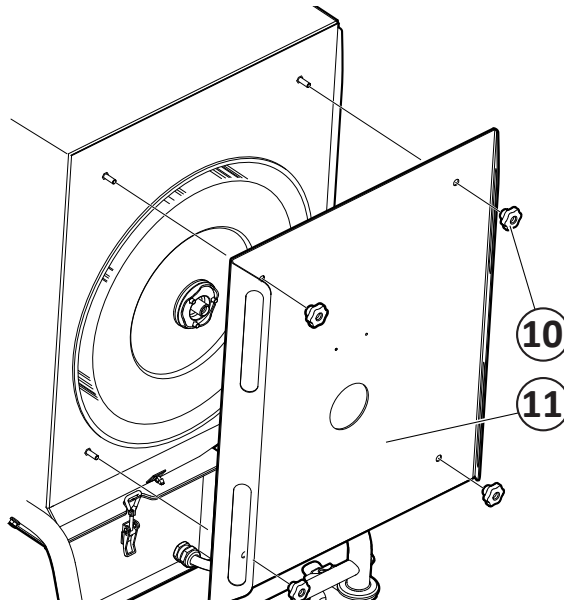

Fig. 20
5. Die Sicherungsmutter (6) für die Abdeckplatte (7) losschrauben.
6. Das Lager (8) abmontieren.
7. Den Drehknopf (10, **Fig. 20**) losschrauben und den Filterdeckel (11) abnehmen.
5. Setze die Abdeckung wieder ein und schraube sie an das Gehäuse. Stelle sicher, dass die Filterpatrone zentrisch zur Öffnung in der Abdeckung liegt und überprüfe, dass die Dichtung korrekt zwischen Abdeckung und Gehäuse sitzt. Siehe Fig. 20.
- Setze die Abdeckung wieder ein und schraube sie an das Gehäuse. Stelle sicher, dass die Filterpatrone zentrisch zur Öffnung in der Abdeckung liegt und überprüfe, dass die Dichtung korrekt zwischen Abdeckung und Gehäuse sitzt. Siehe **Fig. 20**.